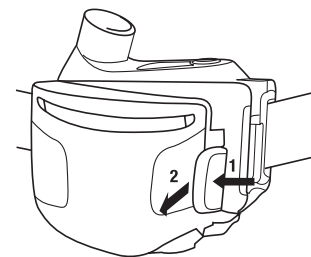

Fig. 5
- Appuyer sur le verrou du protège-filtre, situé du côté droit, puis soulever le protège-filtre (Fig. 5).